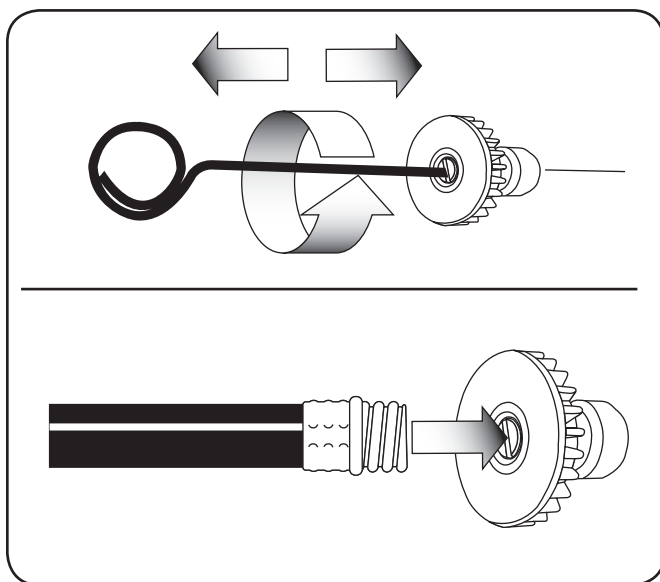

Figure 6-2
10. Elimine cualquier obstrucción de la boquilla con la herramienta limpiadora para boquilla provista y lávela en dirección contraria con agua limpia. Ver la Figure 6-2.